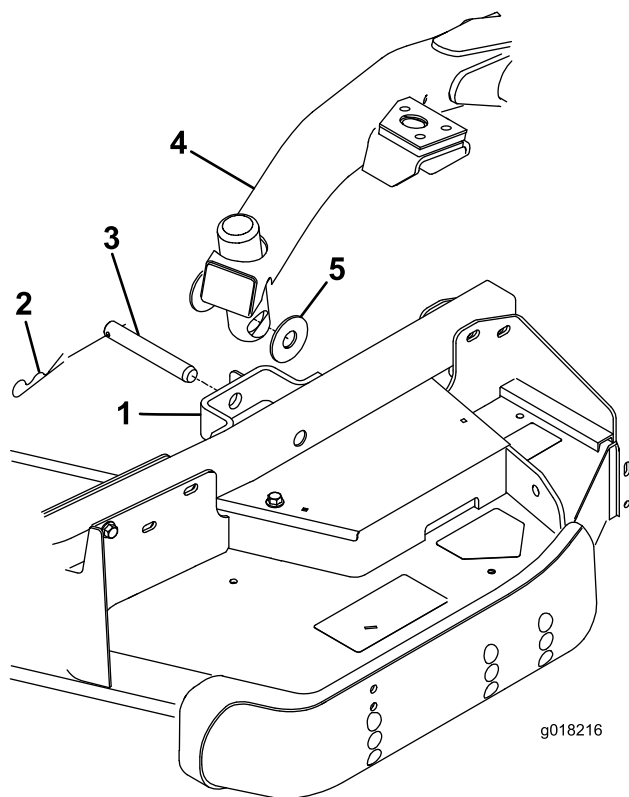

Bild 27
4. Drücken Sie den Hubhebel nach vorne in die SCHWEBE-Stellung. Drücken Sie einen Hubarm nach unten, bis die Löcher im Hubarm mit den Löchern in der Laufradarmhalterung ausgefluchtet sind, und die Schnitthöhenstange in die Hubarmpolster eingesetzt werden kann (**Bild 27**).
5. Befestigen Sie den Hubarm mit zwei Druckscheiben, einem Lastösenbolzen und einem Splint am Laufradarm; setzen Sie die Druckscheiben zwischen den Hubarm und die Halterung des Laufradarms (**Bild 27**) und setzen Sie das Ende des Splints in den in der Nase des Laufradarms ein, um den Splint zu befestigen.